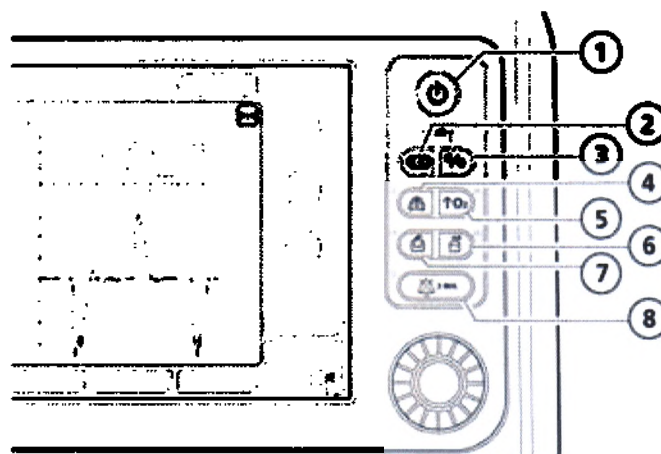

Рисунок 10-1. Кнопки специальных функций
- На выдохе нажмите и отпустите клавишу ручного вдоха (рис. 10-1).